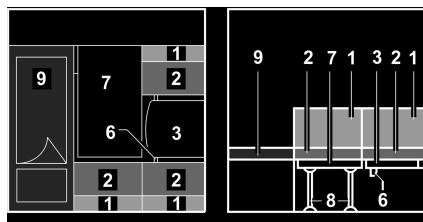

Fig. 81 Pendant la transformation
- Suspendre la table dans la baguette de support inférieure (Fig. 81,6) et la déposer sur la barrette.
- Rabattre la planche supplémentaire (Fig. 81,7).
- Placer les pieds de support (Fig. 81,8) dans la planche supplémentaire.
- Poser la planche supplémentaire à côté du lit (Fig. 81,9).